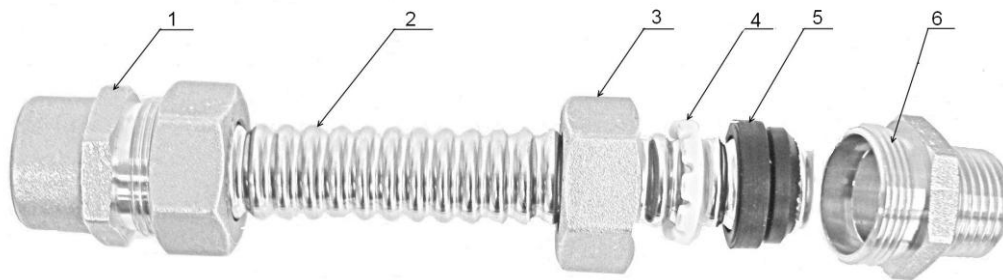

Рис.8. Монтаж топливопровода из гофрированной нержавеющей трубы.
- если суммарная длина подающей топливной линии (топливный насос, фильтр тонкой очистки, горелка) от 3 до 30 м топливороводы монтируются из гофрированной нержавеющей трубы диаметром 15 мм. Топливный насос, топливный фильтр и топливный ввод горелки заканчиваются муфтами для соединения с данной трубой, на рис.8 показан монтаж топливопровода;